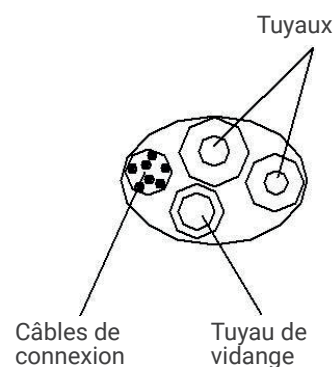

Fig.6
1. Connexion du tube arrière droit (similaire au tube inférieur droit) (en option, voir Fig. 6)